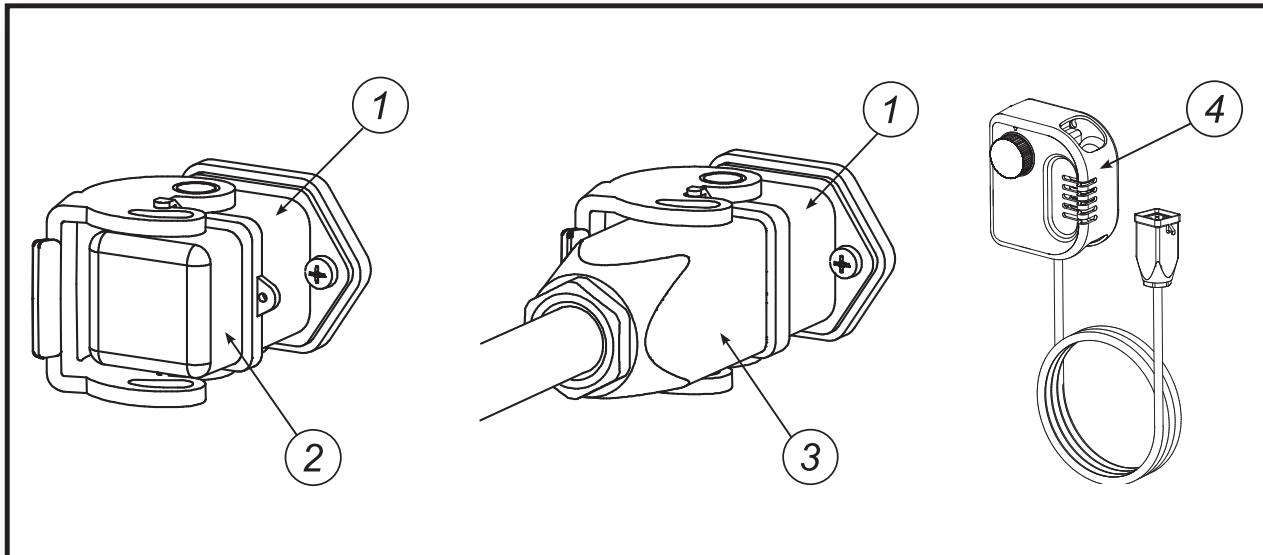

Fig. 6
- Introduceți obturatorul cu flansă 2 fig. 6 în priză
- Înlăturați obturatorul cu flansă 2, fig.6
- Introduceți fisa termostatului 3 în priză termostatului 1, fig.6
- Termostatul 4fig. 6 nu poate fi situat în dreptul jetului de aer fierbinte din încălzitor. Termostatul trebuie să se afle într-o încăpere încălzită.